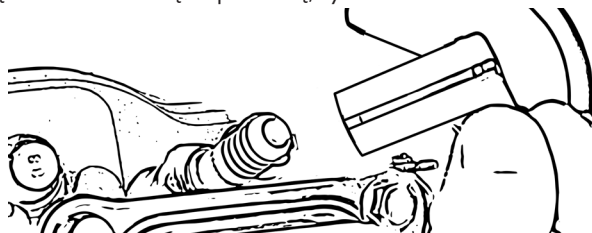

Rysunek 31
- Mocno wciśnij dodatkowe złącze wtykowe na przewód i obróć złącze wtykowe zgodnie z ruchem wskazówek zegara, aby je dokręcić (rys. 31).